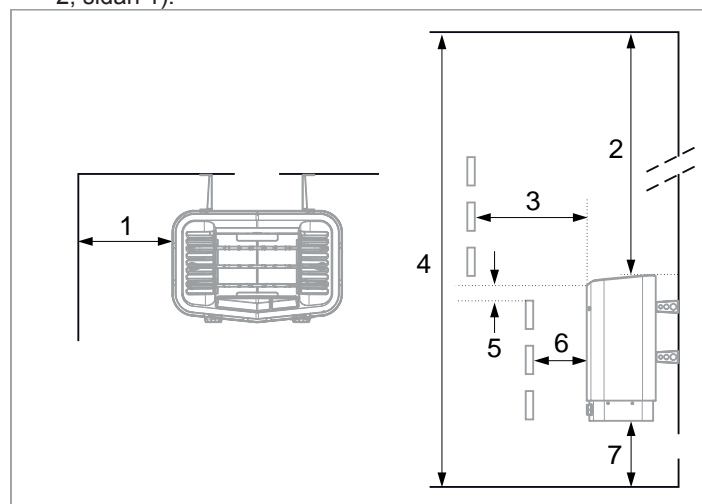

Fig 2: Placering av bastuaggregatet - normalmontage
- på säkert avstånd till golvet, sidovägg och inredning (se Fig 2, sidan 1).